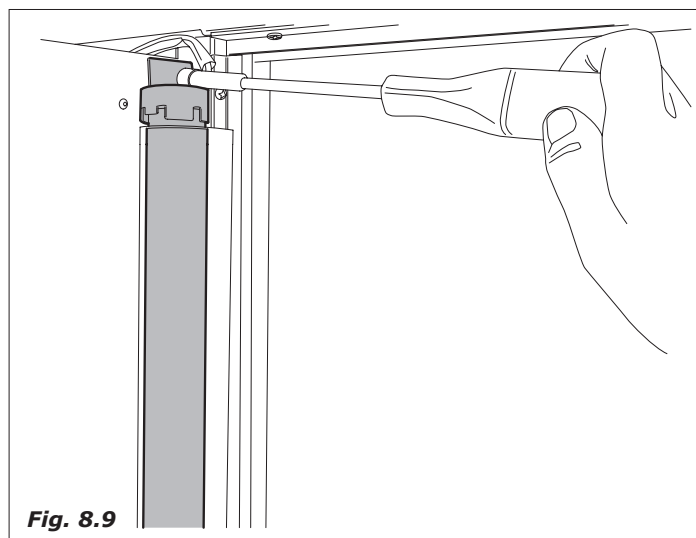

Fig. 8.9
- Desaparafusar os parafusos de fixação do perfil de vidro (Fig. 8.9).